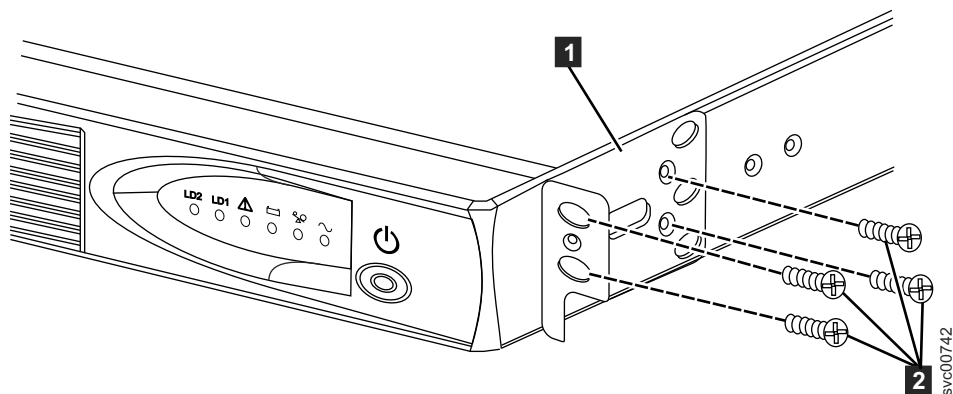

図 353. 2145 UPS-1U 用の 2145 UPS-1U 取り付け金具の取り付け
3. 取り付けブラケットごとに 4 つの M3 × 6 ねじ **2** を使用して、取り付けブラケット **1** の長い側を 2145 UPS-1Uの各側面に取り付けます (458 ページの図 353 を参照)。